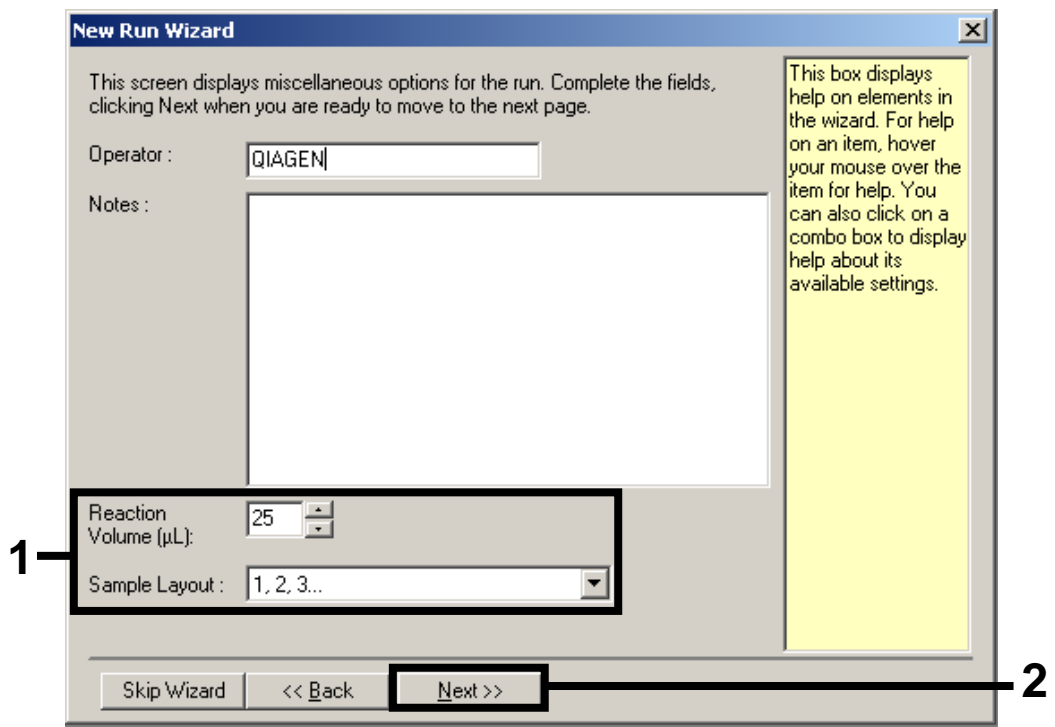

Figura 2. Configuración de los parámetros generales del ensayo.
- Seleccione 25 en el campo "Reaction Volume (μ L):" (volumen de reacción) y haga clic en "Next" (figura 2).